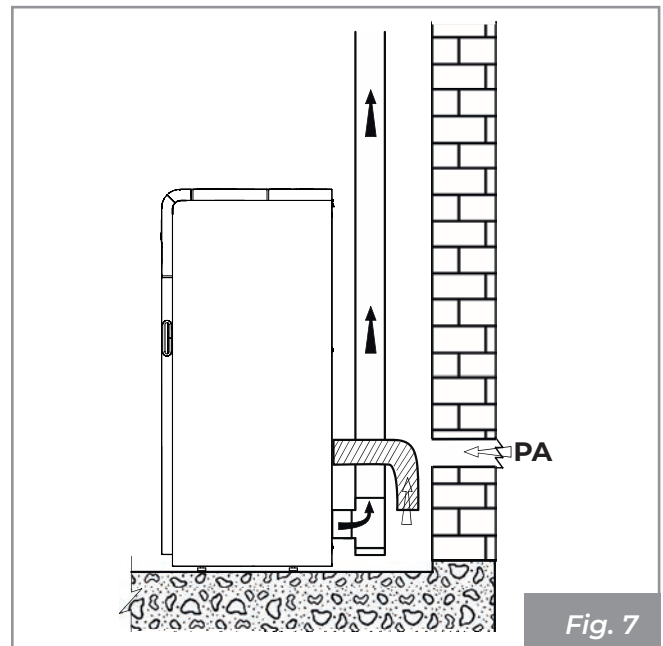
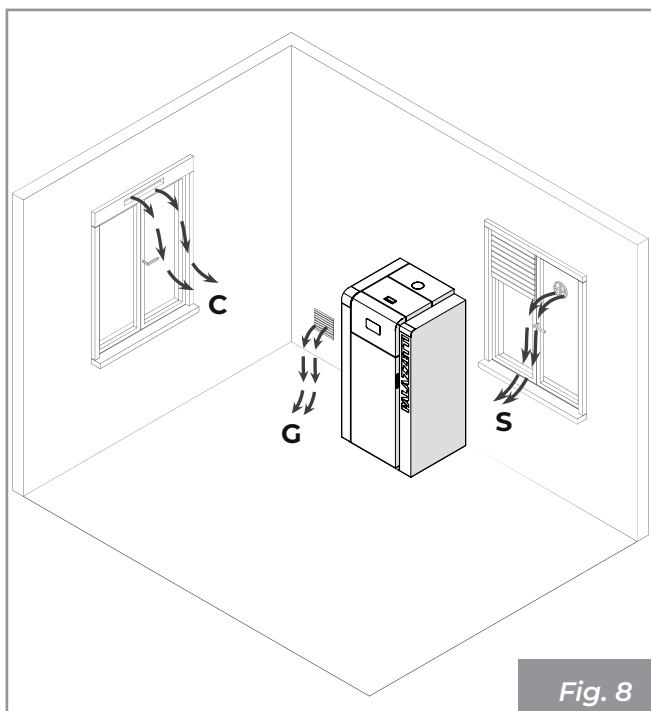

Fig. 7
Fig. 8
- del ambiente de instalación o de los locales contiguos apropiados (**Fig. 7 - Fig. 8**)
Realizar la toma de aire en la pared (**Fig. 7 - PA = Toma de Aire**), y dejar el aparato libre para extraer aire en el ambiente.
Si no es posible hacer la toma de aire exterior en el local, es posible hacer el agujero exterior en un local adyacente siempre y cuando sea permanentemente comunicante con una rejilla de tránsito (**Fig. 8 - C = Contenedor, R = Rejilla, P = Puerta**).